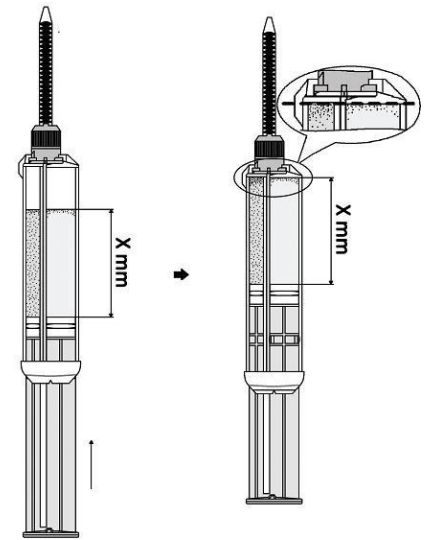

Abbildung 7
- Kolben drücken, bis die Lösungen mit der Spitze des Spritzenkörpers bündig sind (Abbildung 7). Sobald die Restluft entfernt wurde, ist das Gerät bereit, die Applikatorspitze vorzufüllen.